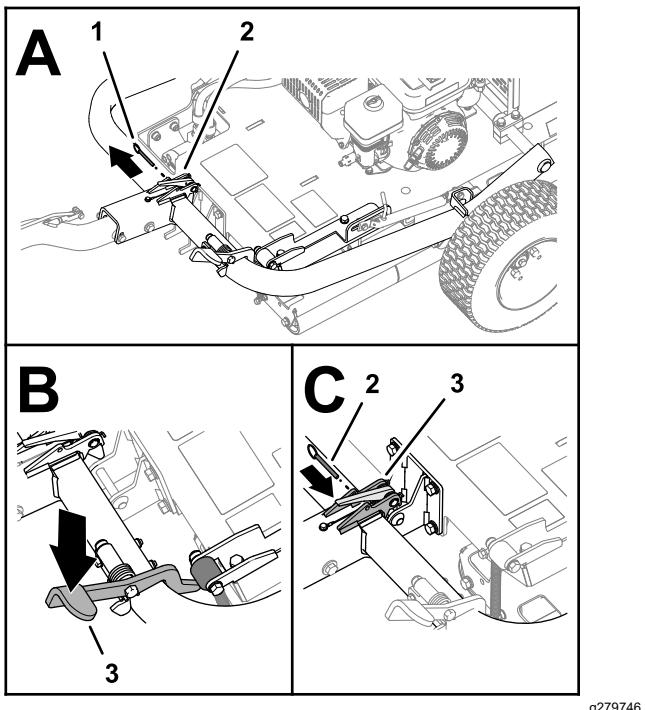

Figura 8
- Se montato, rimuovete il perno di bloccaggio dal dispositivo di fermo (Figura 8).
- Premete il pedale dell'attacco in modo che l'attacco si blocchi in posizione (Figura 8).
- Inserite il perno di bloccaggio attraverso i fori nel dispositivo di fermo (Figura 8).